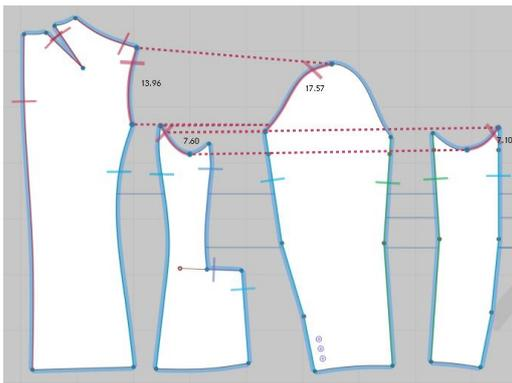

图 5-3-14 后袖山与后袖窿 M: N 缝合
(1) 选择 2D 视窗工具栏中“ (自由缝纫)”工具，完成大小袖片侧缝的缝合设置。
(2) 衣袖与衣身的缝合关系属于 M: N 缝合。鼠标左键长按“ (自由缝纫)”，在选项中选择“ (M:N 自由缝纫)”工具。
(3) 左键单击后片肩点，沿后袖窿线移动至后袖窿底点单击；接着在侧片袖窿起点单击，沿袖窿线移动至前后交点处单击，完成按下“Enter”键结束，完成“M”段缝纫选择。
(4) 左键单击大袖肩点，沿后袖山移动至侧边点单击；接着在小袖对应侧边点单击，沿小袖山移动至袖山底点单击，完成按下“Enter”键结束，完成“N”段缝纫选择，并完成袖窿与后袖山 M: N 缝合，如图 5-3-14 所示。